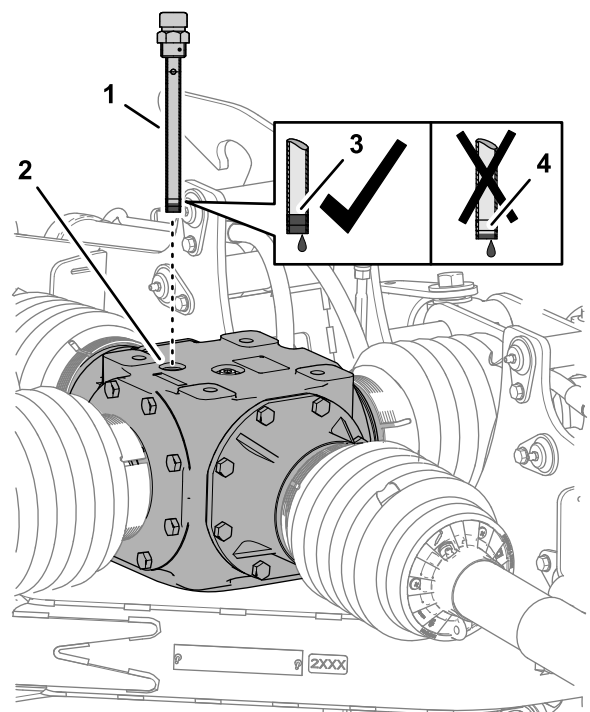
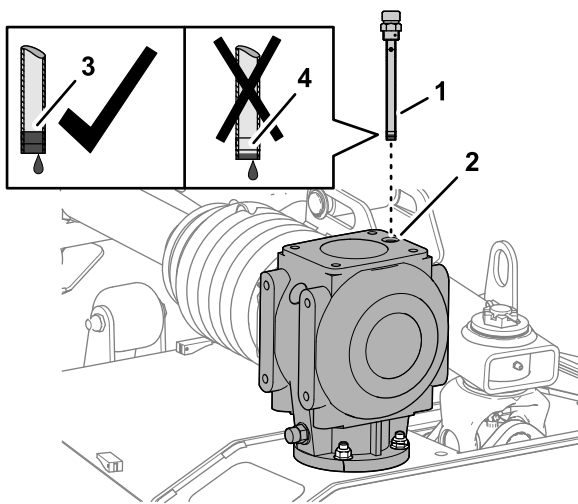

Bild 57
Bild 58
1. Entfernen Sie den Peilstab von der Peilstaböffnung an der Oberseite des mittleren Getriebes (Bild 57 oder Bild 58).
- Überprüfen Sie den auf dem Peilstab angezeigten Füllstand (Bild 57 oder Bild 58). Der Füllstand sollte sich zwischen den beiden Markierungen am Peilstab befinden.
- Führen Sie den Peilstab in die Einfüllöffnung ein und schrauben Sie den Peilstab (Bild 57 oder Bild 58) fest.